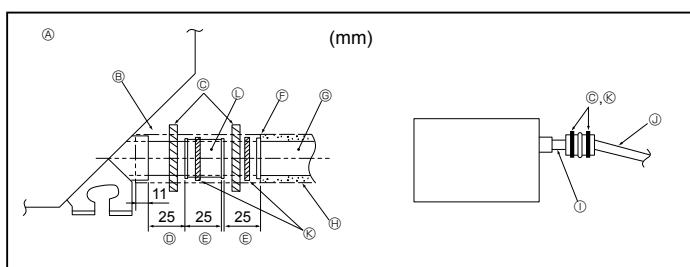

Fig. 3-5
1. Raccorder la prise d'écoulement (fourni avec l'appareil) au port de drainage. (Fig. 3-5) (Apposer le tube à l'aide de ruban adhésif en PVC puis le fixer avec une sangle.)